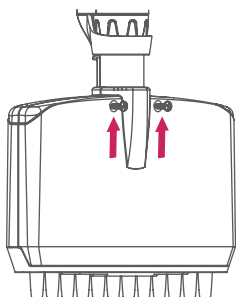

Bild 1
1. Schrauben Sie die zwei kleinen Schrauben aus der Rückseite des Gehäuses heraus und bewahren Sie diese sicher auf. (Bild 1)